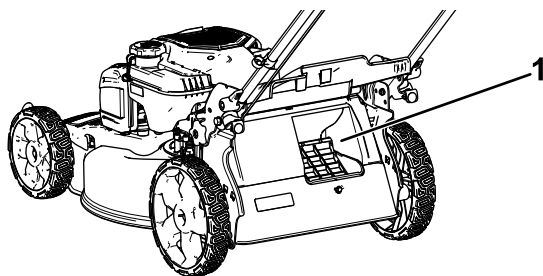

Figura 17
**Importante:** Per il corretto funzionamento, spegnete il motore, attendete che tutte le parti in movimento si arrestino e poi rimuovete eventuale sfalcio e detriti dallo sportello Bag-on-Demand e dall'apertura circostante (Figura 17) prima di spostare la leva Bag-on-Demand dalla posizione 1 a un'altra posizione.